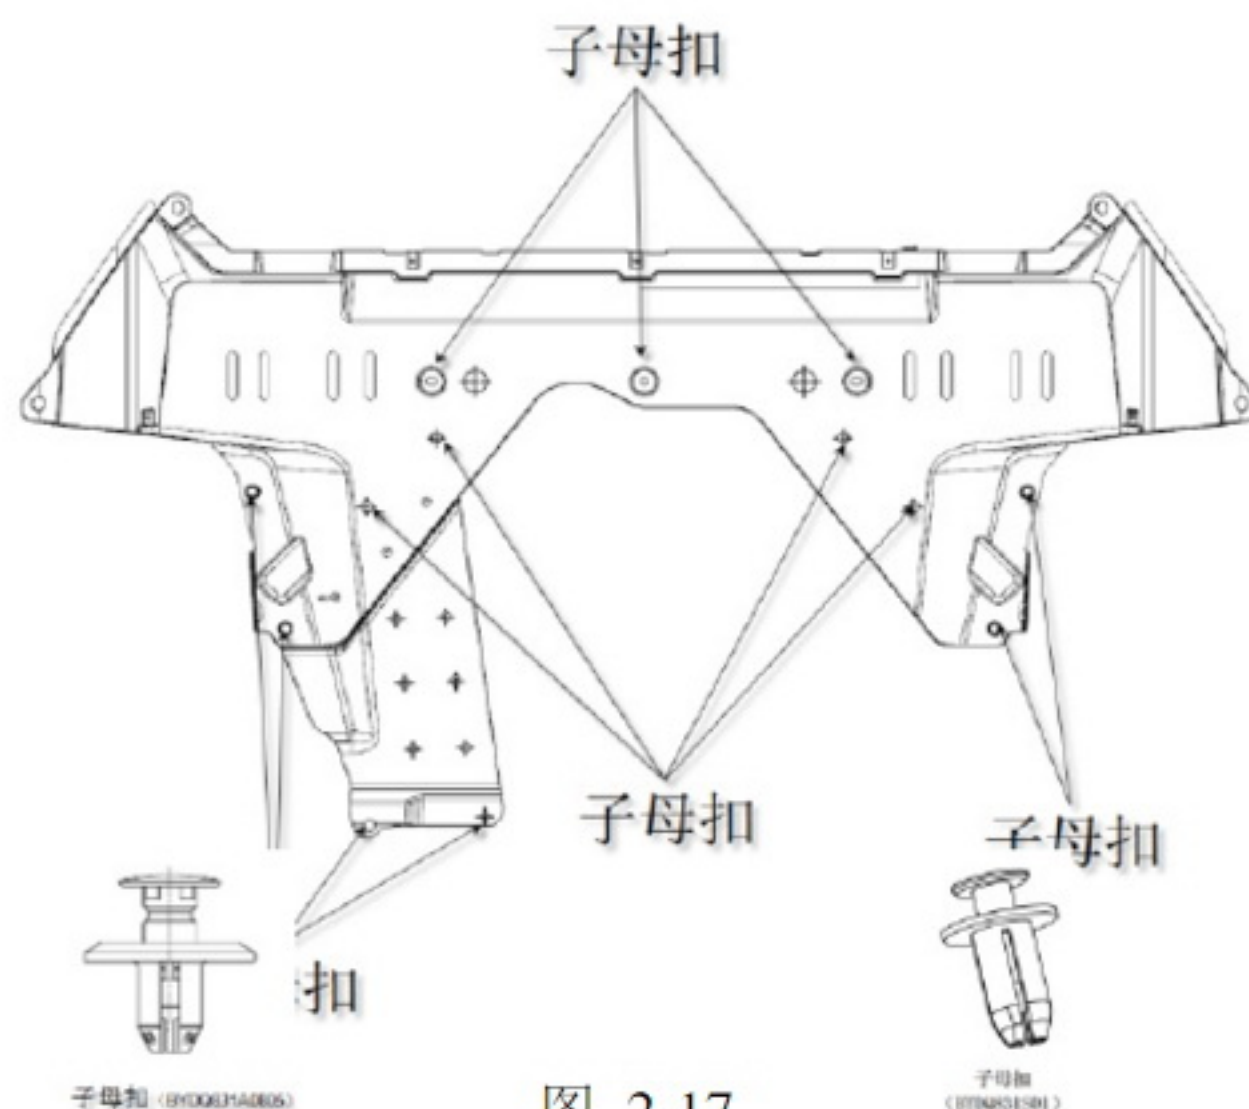

图 2-17
- (2) 用一字螺丝刀拆除发动机挡泥板与横梁连接的 3 个子母扣，与支架连接的 4 个子母扣，与底盘连接的 6 个子母扣。如图 2-17 所示；